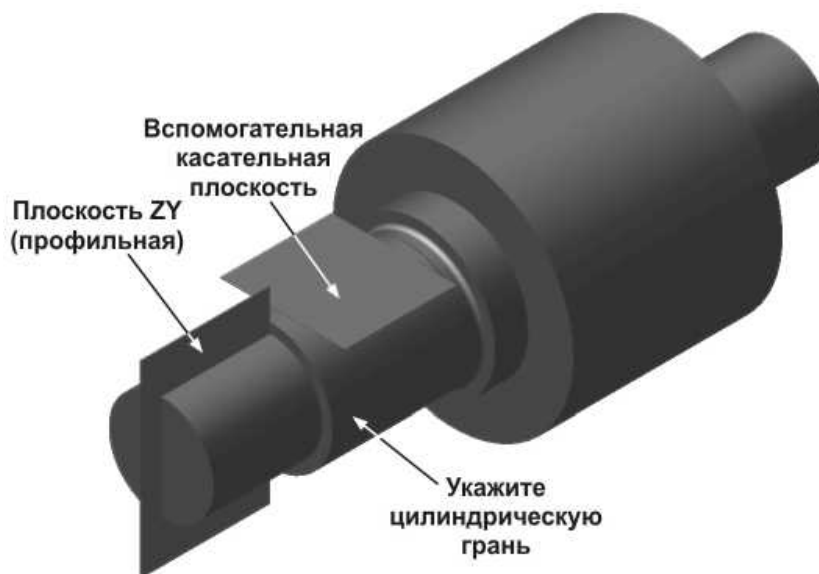

Рисунок 60 – Создание касательной плоскости
- в окне модели указывается цилиндрическую грань, касательно к которой должна пройти плоскость (рисунок 60). Поскольку к цилиндрической грани можно построить бесконечное количество касательных плоскостей, нужно дополнительно указать плоскость, которая проходит через ось цилиндрической грани и показывает линию касания для новой плоскости;